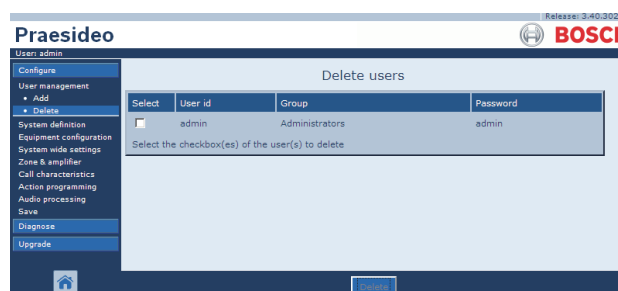

figure 42.7 : Suppression d'un utilisateur, étape 3
- 3 Cliquez sur le bouton *Delete* pour supprimer le compte. Un écran semblable à celui de la figure 42.7 s'affiche dans le cadre principal de l'interface Web. Cet écran ne présente plus le compte supprimé.